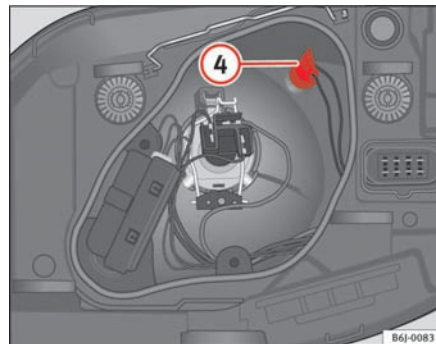

Fig. 148 Positionsllys
- Tag fatningen $\textcircled{4} \Rightarrow$ fig. 148 ud.